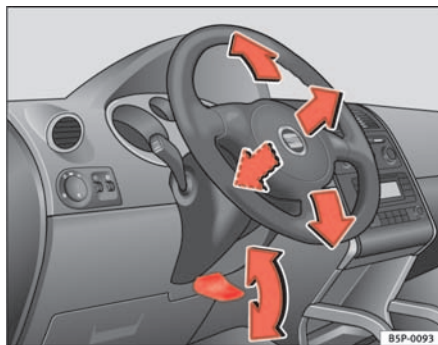

Fig. 129 Regulação da posição do volante
- Virar para baixo a alavanca ⇒ fig. 129 por baixo da coluna da direcção ⇒ ⚠.